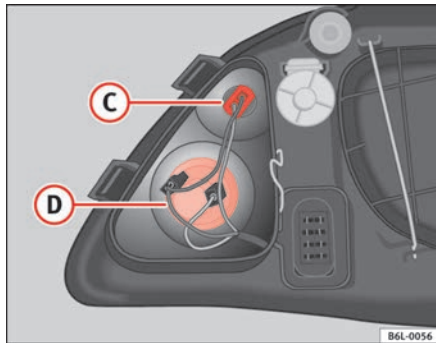

Abb. 157 Blinklicht
- Die Lampenfassung nach links drehen und auf ihrer Aufnahme entnehmen ⇒ Abb. 157 ②.